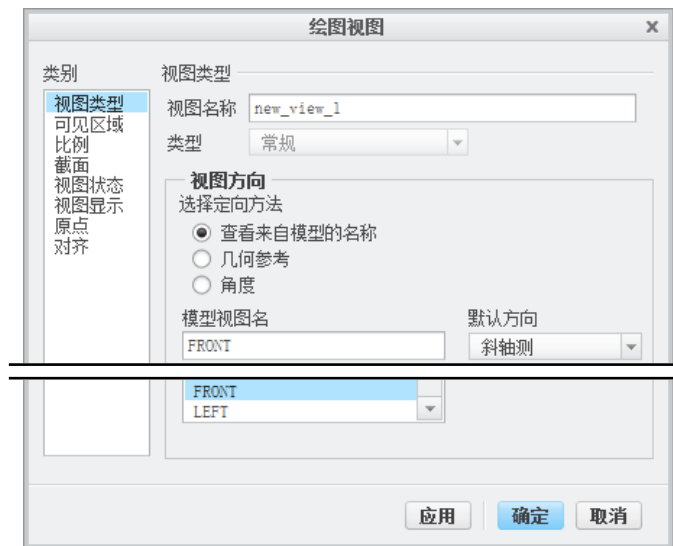

图 3.12.31 “绘图视图”对话框
Step2. 在绘图区的空白处右击，在系统弹出的快捷菜单中选择 普通视图 (E) 命令。
Step3. 在系统 选择绘图视图的中心点。的提示下，在屏幕图形区选取一点，系统弹出图 3.12.31 所示的“绘图视图”对话框，在 模型视图名 的列表框中选取视图 FRONT，然后单击 应用 按钮。